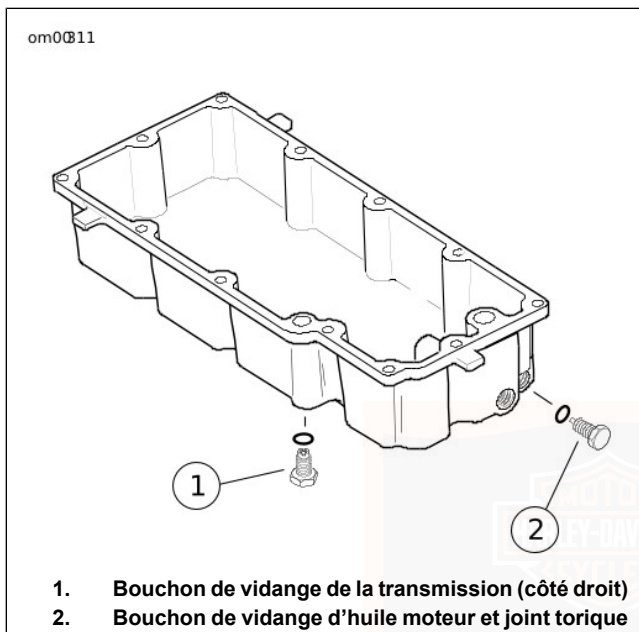

Figure 48. Carter d'huile
3. Voir Figure 48. Repérer le bouchon de vidange d'huile situé à gauche à l'avant du carter d'huile. Déposer le bouchon de vidange d'huile. Ne pas retirer le bouchon Allen. Laisser l'huile se vidanger complètement.
2. Voir Figure 48. Enlever le bouchon de vidange de la transmission à droite du carter d'huile et vidanger le lubrifiant dans un récipient approprié.